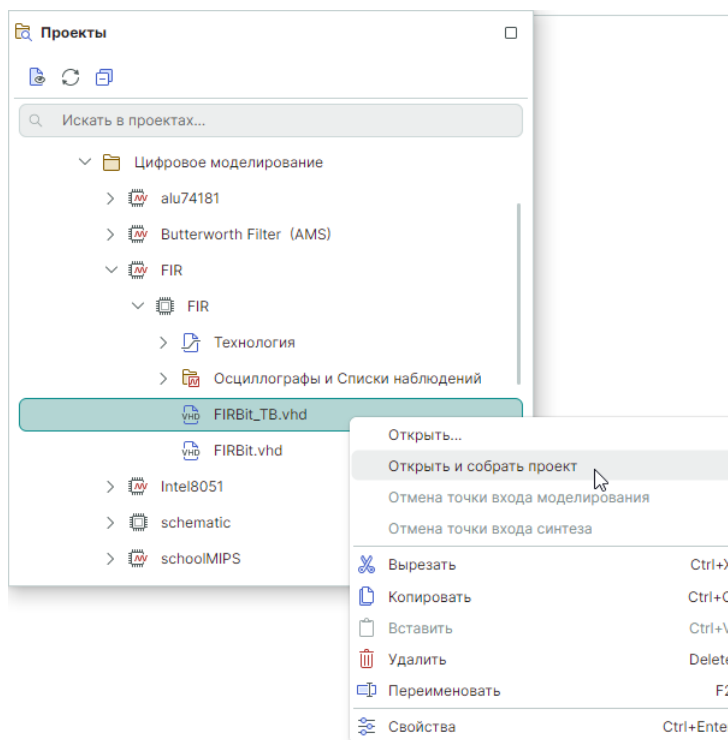

Рис. 30 Запуск компиляции из контекстного меню
2. Выберите «Открыть и собрать проект», см. Рис. 30.